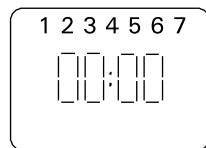

Рисунок 4
- Это действие устраним внутренние ошибки таймера. После аннулирования дисплей выглядит некоторое время, как показано на рисунке, но через некоторое время цифры от 1 до 7, указывающие день недели, начнут мигать в его верхней части. (Рис. 4)